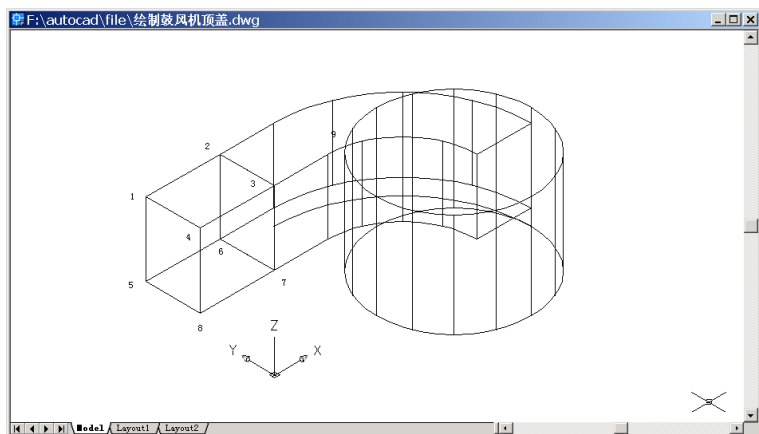

图 31.51 变换视图为西南视图
(9) 用 VIEW 命令变换视图为 Southwest Isometric (西南视图)，结果如图 31.51 所示。
(10) 用 SOLIDEDIT 命令 3 次锥化长方体
Select faces or [Undo/Remove]: 2 faces found. [选择 1234、1458 两个面 (见图 31.51)]
Select faces or [Undo/Remove/ALL]: [选择 1458、5678 两个面 (见图 31.51)]
Select faces or [Undo/Remove]: 1 face found. [选择 3478 面 (见图 31.51)]